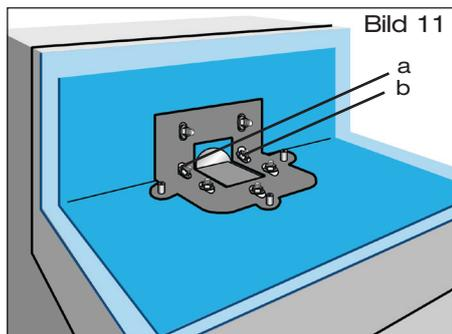

Bild 11
2.5 Anschlussbahn mit Losflansch und beiliegenden Sechskantflanschmuttern verkleben (Bild 11). Beiliegende Sechskantflanschmuttern mit Steck- oder Ringschlüssel SW 15, beginnend mit den Eckverschraubungen a und b, anziehen. Bei den Eckverschraubungen die beiliegenden zwei Klemmstücke unter den Sechskantflanschmuttern anordnen. Danach die restlichen Sechskantflanschmuttern gegenüberliegend anziehen.